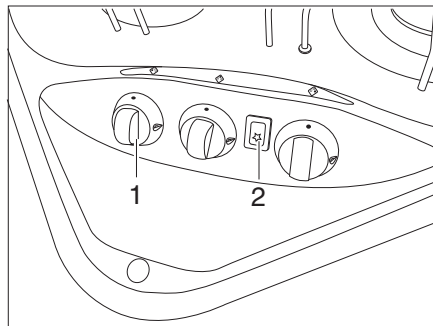
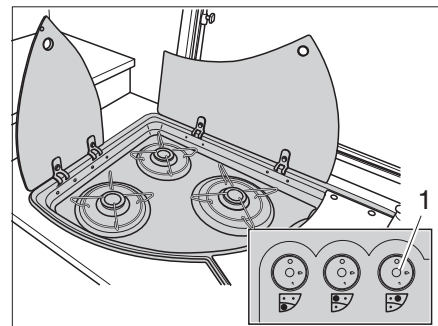

Fig. 124 Elementi di comando del fornello a gas
Fig. 125 Alternativa: Elementi di comando del fornello a gas
- Ruotare il pomello girevole (Fig. 124,1 o Fig. 125,1) dell'apparecchio a fiamma libera desiderato in posizione accesa (fiamma alta).
- Se è presente un tasto di accensione (Fig. 124,2):